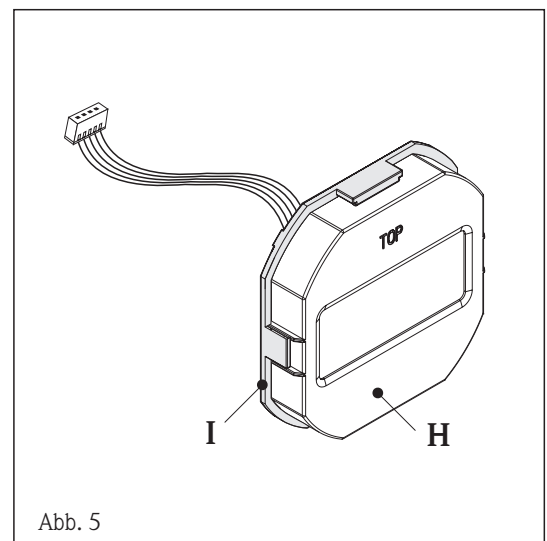

Abb. 5
Abb. 5 Montierte Gehäuseschale (H) am neuen Halter (I) einklinken. Gehäuseschale **und** Halter bilden jetzt das Gehäuse des "neuen" Anzeigemoduls. Das Anzeigemodul ist Anschlusskompatibel.